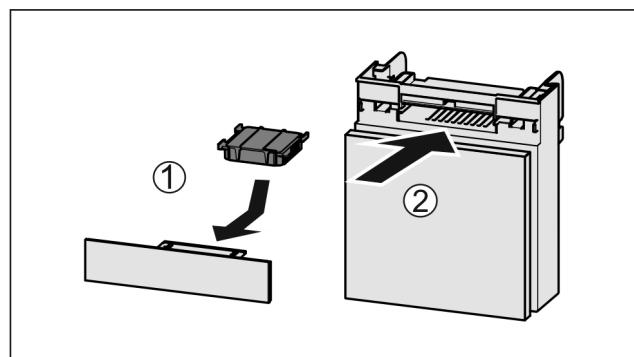

Fig. 63
- Introduceți Fig. 63 (1) filtrul de cărbune activ după cum se vede în figură.
- Împingeți Fig. 63 (2) compartimentul în interior.